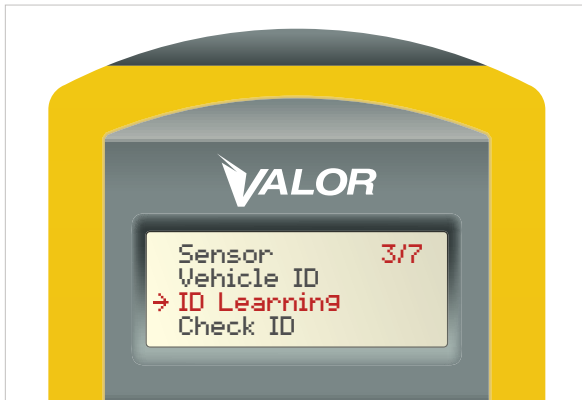

Figure 6
1. Sélectionnez l'option ID Learning (apprentissage de l'ID) dans le menu principal (option 3/7). (Figure 6)